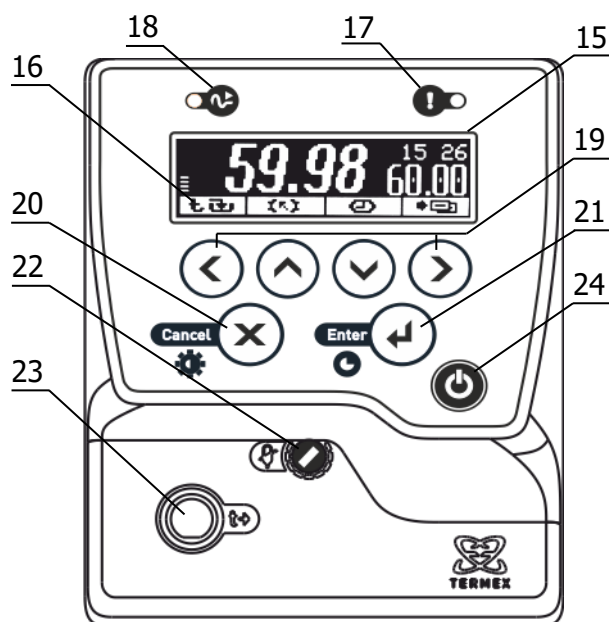

Рисунок 2 – Лицевая панель
1.4.6 Система безопасности блоков регулирования отключает двигатель насоса и нагреватель при срабатывании хотя бы одной из защит или неисправности датчика температуры (1.2.13). При срабатывании системы безопасности раздается звуковой сигнал, загорается индикатор 17 (рисунок 2) и на дисплей 15 выводится информация о причине неисправности.
2.3.1 После подключения сетевого кабеля к электрической сети блок регулирования переходит в режим ожидания. Подключение сопровождается кратковременной подсветкой дисплея 15 (рисунок 2).
2.3.6 Для регулировки яркости подсветки или контраста дисплея нажать кнопку 20 (X), выбрать изменяемый параметр кнопками (▲) и (▼) и установить его значение кнопками (◀) и (▶). Зафиксировать изменение нажатием кнопки 21 (↵) (рисунок 2).
2.7.7 Для выбора уставки в качестве текущей кнопками (▲) и (▼) подвести к ней указатель. Значение отмеченной указателем уставки дублируется крупными цифрами в правой части дисплея. Для подтверждения выбора отмеченной уставки нажать кнопку 21 (↵). Для отмены выбора нажать кнопку 20 (X) (рисунок 2).
2.7.8 Для изменения численного значения отмеченной указателем уставки нажать кнопку (▶). На рамке, обрамляющей значение уставки в правой части дисплея, появятся “засечки”, указывающие на изменяемую позицию в численном значении. Цифра в отмеченной позиции мигает. Нажатиями кнопок (▲) и (▼) установить требуемую цифру в отмеченной позиции. Если удерживать кнопку нажатой, значение уставки будет изменяться непрерывно. Нажатиями кнопок (◀) и (▶) переместить отметку изменяемой позиции. Дискретность изменения значения уставки зависит от положения изменяемой позиции: если отмечена позиция десятков, то при единичном нажатии кнопки (▲) или (▼) значение уставки изменится на 10 °C. Если отмечена позиция десятых долей, то значение уставки изменится на 0.1 °C соответственно. Закончить ввод нового значения уставки нажатием кнопки 21 (↵). Для возврата к значению уставки до ее изменения нажать кнопку 20 (X) (рисунок 2).
2.8.4 При срабатывании защиты раздается звуковой сигнал и загорается красный индикатор срабатывания системы безопасности 17 (рисунок 2). Работа насоса и нагревателя будет блокирована. На дисплее отобразится текущее состояние системы защит.